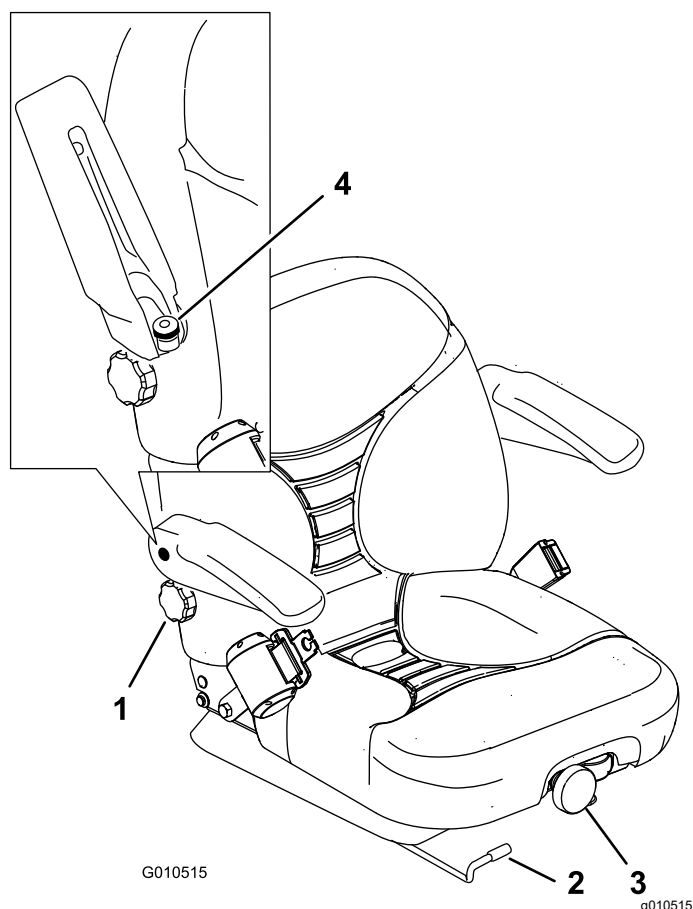

Рисунок 30
1. Переместите рычаг в сторону, чтобы разблокировать сиденье (Рисунок 30).
Для его регулировки поверните переднюю ручку в любом направлении для достижения максимального комфорта (Рисунок 30).
Для регулировки поворачивайте ручку под правым подлокотником в любом направлении для достижения максимального комфорта (Рисунок 30).
Поднимите подлокотник и поворачивайте ручку в любом направлении, пока не достигнете максимально удобного положения (Рисунок 30).